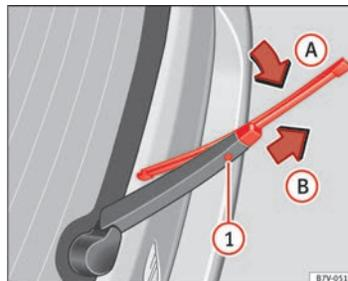

Fig. 112 Sostituzione della spazzola del lunotto.
- Sollevare il braccio del tergicristallo dal parabrezza e abbassarlo ad un angolo di circa 60° ⇒ fig. 112.
- Tenere premuto il tasto di sbloccaggio ①.
- Abbassare la spazzola nella direzione del braccio del tergicristallo ⇒ fig. 112 (freccia ①) e contemporaneamente tirare in direzione della freccia ②. Potrebbe essere necessario applicare molta forza.
- Inserire nel braccio del tergicristallo una nuova spazzola **della stessa lunghezza e dello stesso tipo**, in direzione opposta a quella indicata dalla freccia ② e incastrarla. Per farlo, la spazzola deve trovarsi in posizione di chiusura (freccia ③).